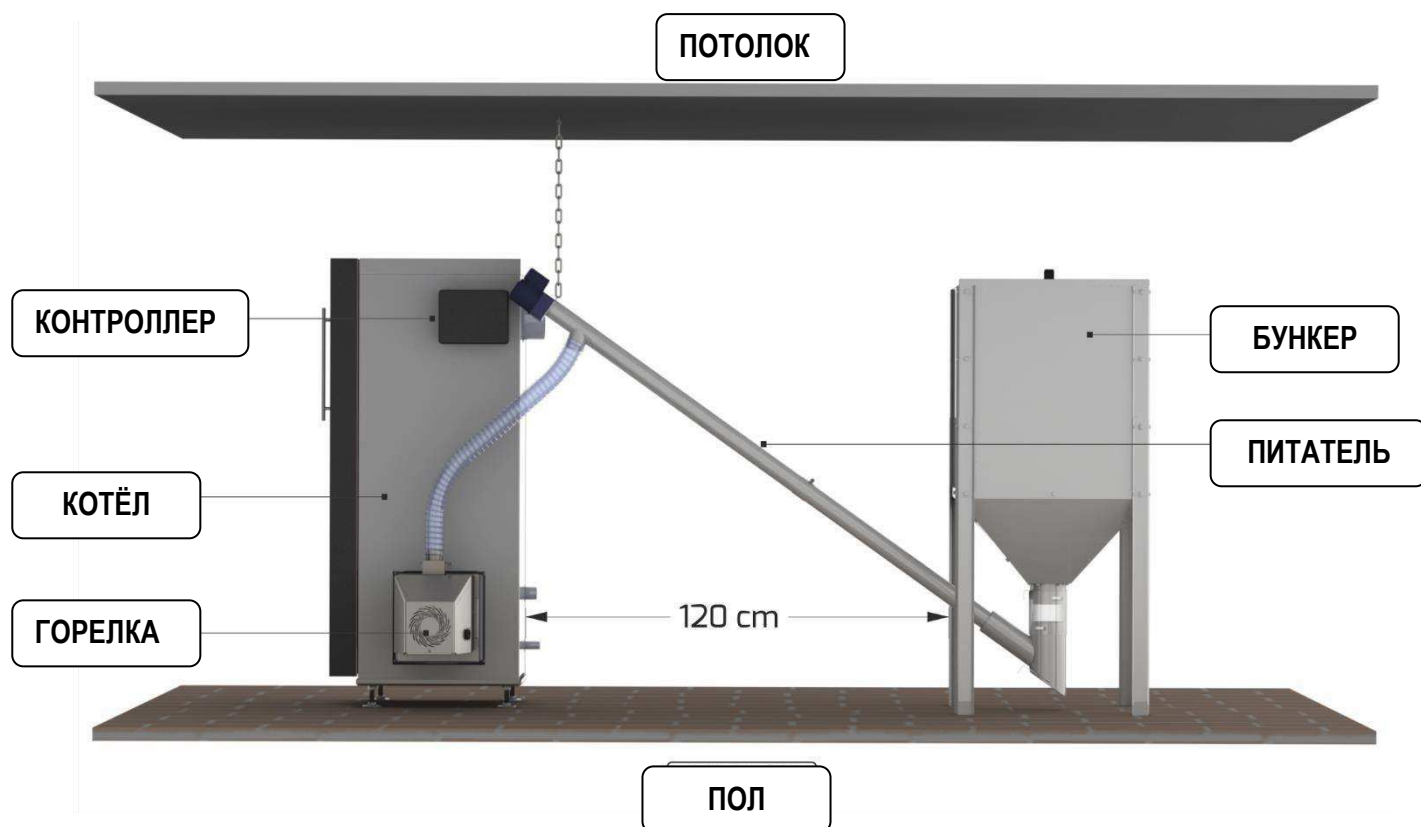

Рис. 6. Схема котельной установки.
1. Соединить обе трубы (1) и (2) при помощи болта М8 (3) и гайки М8 (4);
2. Поместить штифт (6) в отверстие валика (8), затем навить спираль (5) на стержень (6) и затянуть при помощи гайки (7);
3. Надеть на вал двигателя (9) заглушку питателя (10);
4. Валик (8) вместе с прикрученной спиралью надеть на вал двигателя (9) и закрепить при помощи зажимного винта (11);
5. Вставить спираль внутрь трубы так, чтобы она заканчивалась в середине входного отверстия (рис. 6) и при помощи болтов (12) и гаек (13) соединить двигатель (9) с фланцем трубы.